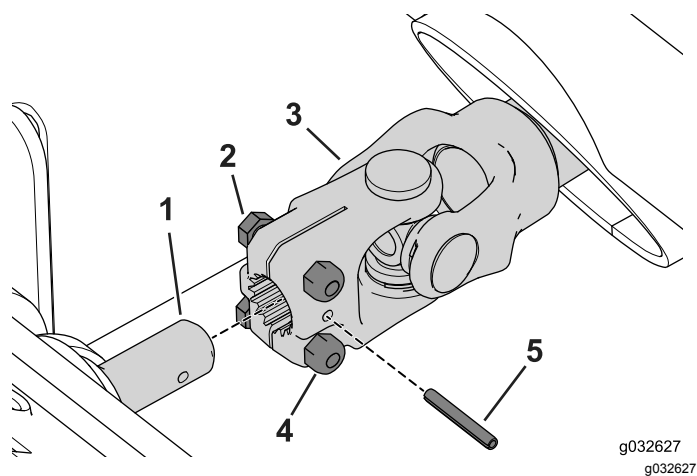

Figure 79
2. Alignez les trous des goupilles cylindriques et glissez la chape de PDF sur l'arbre de PDF du cadre d'hiver (Figure 79).
3. Posez la goupille cylindrique (Figure 79).